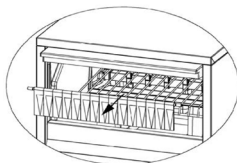

Figura 3
- Remova a cortina de plástico e puxe a grade de metal (figura 3).